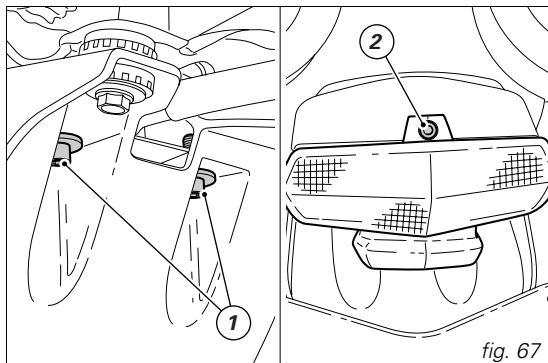

fig. 67
Svitare la vite (2) e sfilare leggermente il supporto luci posteriore (fig. 67).